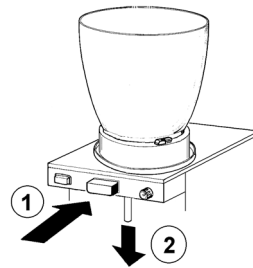

Bild 1
3 Betätigen Sie (1) die Taste des Hahns und entfernen Sie (2) das Gummitteil des Hahns aus seinem Sitz, indem Sie es nach unten ziehen (siehe Abbildung 1).